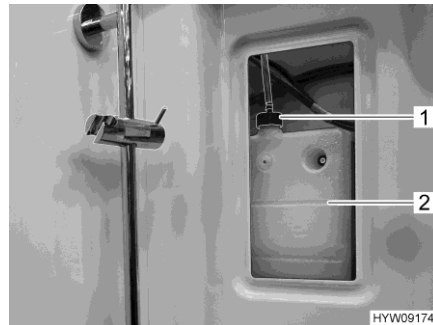
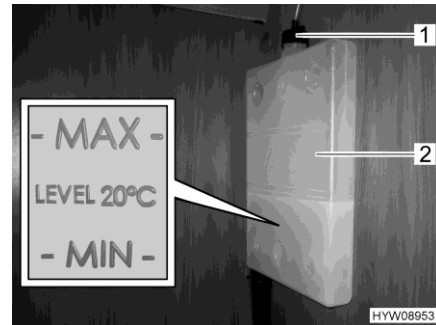

Bild 223 Ausgleichsbehälter (Warmwasser-Heizung)
Bild 224 Markierung "MIN/MAX"
- Abdeckung für Ausgleichsbehälter (Bild 223,2) rechts oben in der Dusche abnehmen.
- Prüfen, ob am Ausgleichsbehälter (Bild 224,2) die Flüssigkeit zwischen den Markierungen "MIN" und "MAX" (Bild 224) steht.
- Am Ausgleichsbehälter den Drehverschluss (Bild 223,1 oder Bild 224,1) aufdrehen.